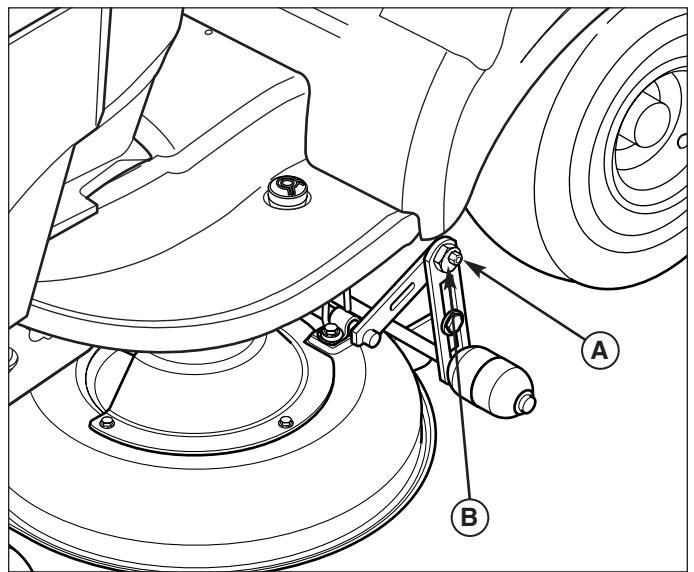

Figure 38. Mise à niveau latérale de la tondeuse
5. Voir la Figure 38. Desserrer l'écrou extérieur (A). Tourner l'écrou excentrique (B) pour lever ou abaisser le côté gauche de la tondeuse. Lorsque la tondeuse est à niveau, empêcher l'écrou excentrique de tourner lorsque vous serrez l'écrou extérieur.